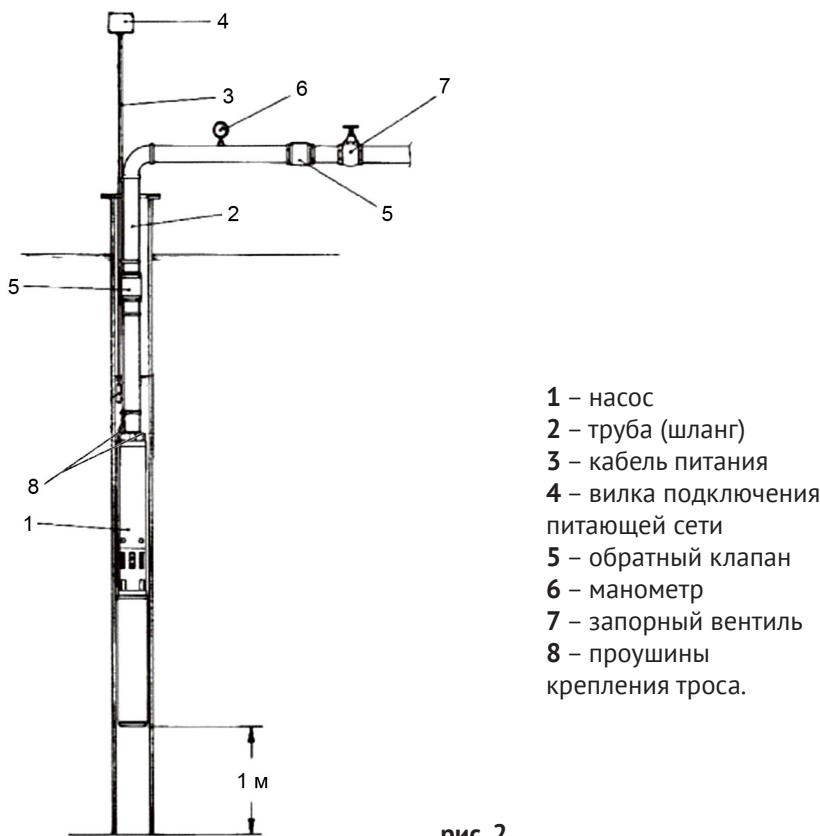

рис. 2
4.2 Рекомендуемая схема установки насоса представлена на рис.2
4.3 Привяжите 2 троса к проушинам (рис.2 поз.8) на корпусе насоса. Кабель питания (рис.2 поз.3) рекомендуется зафиксировать к одному из тросов, на котором закреплён насос (рекомендуемый интервал 2 – 3 м).
4.9 Для предотвращения выкачивания воды из скважины (колодца), сравните их наполняемость с объёмной подачей насоса. Для этого частично перекройте вентиль (рис.2 поз.7) на выходе шланга из скважины (колодца).